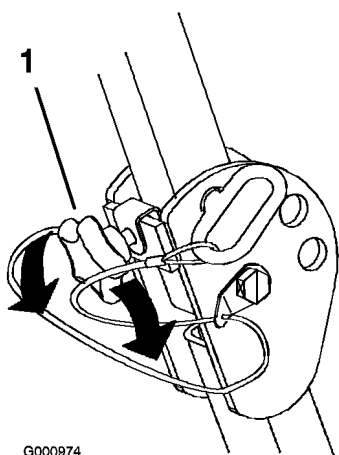

Figura 8
1. Per abbassare il roll bar allentate le manopole anteriori (Figura 8).
Importante: Serrate le manopole anteriori contro le estremità centrali del roll bar (Figura 8).